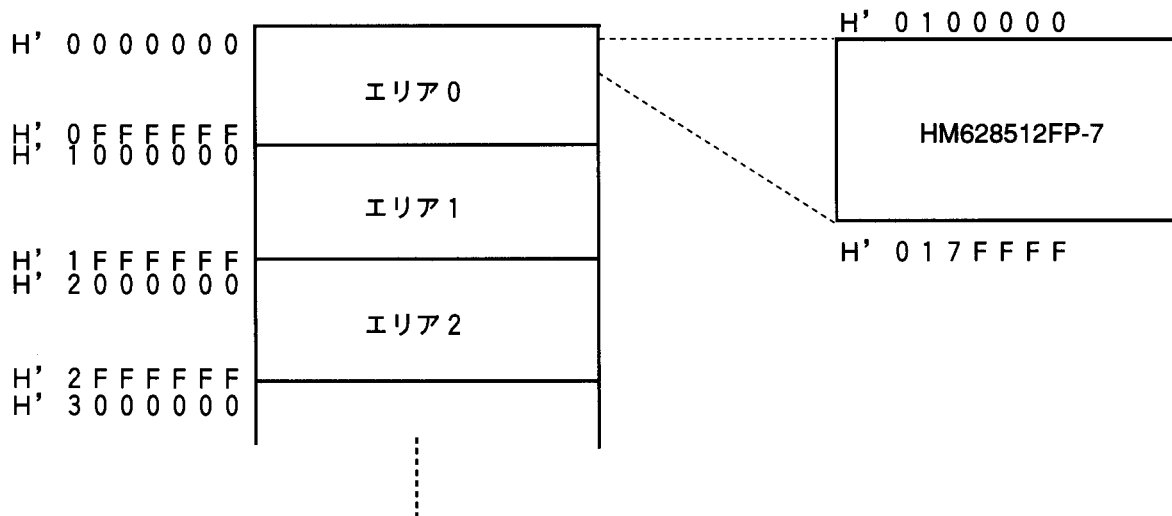

図2 メモリマップ
(2) 図2に示すように、SH7034のメモリ空間のうち、エリア0 (H' 0100000 ~ H' 017FFFF) に割り付けます。また、エリア0のバスステートコントローラを以下のように設定します。